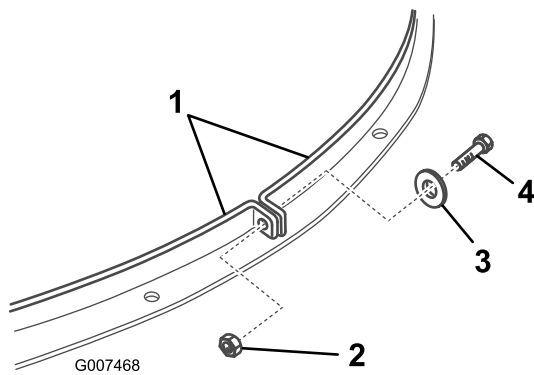

Figura 18
10. Retire el perno, la arandela y la tuerca que sujetan los dos extremos de la brida (Figura 18).
- Junte los dos extremos de las bridas alrededor de la tapa del Recycler según muestra la ilustración (Figura 18).
- Retire el perno, la arandela y la tuerca que sujetan los dos extremos de la brida (Figura 18).
15. Junte los dos extremos de las bridas alrededor del conducto de descarga según muestra la ilustración (Figura 18).
16. Alinee los taladros de los extremos de las bridas y sujételos con el perno, la arandela y la tuerca que retiró anteriormente (Figura 18).